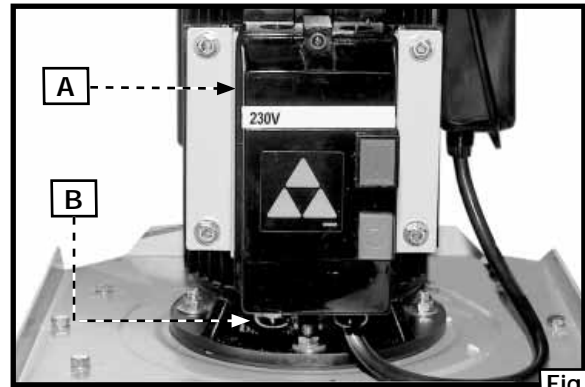
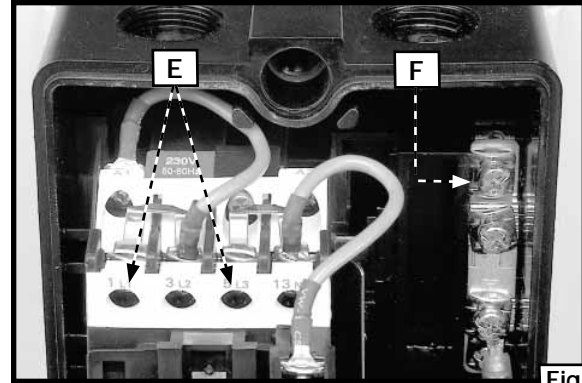

Fig. 17
Fig. 18
1. Retire la cubierta del controlador (A) Fig. 17.
2. Introduzca la línea de energía de una fase a través del orificio de acceso (B) Fig. 17 de la parte inferior de la caja del controlador. Luego, conecte las dos líneas de energía a los terminales (E) Fig. 18 y el cable verde a tierra al tornillo de puesta a tierra (F).